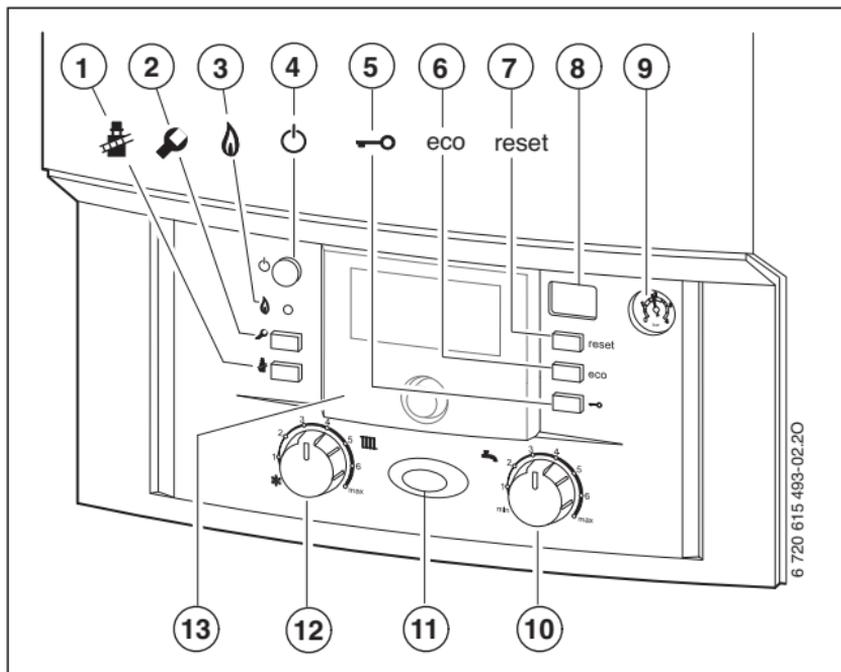

Fig. 9
- régulateur en fonction des intempéries installé dans l'appareil, → figure 9, [13], page 20. Il en résulte une extension des éléments de commande de l'appareil.